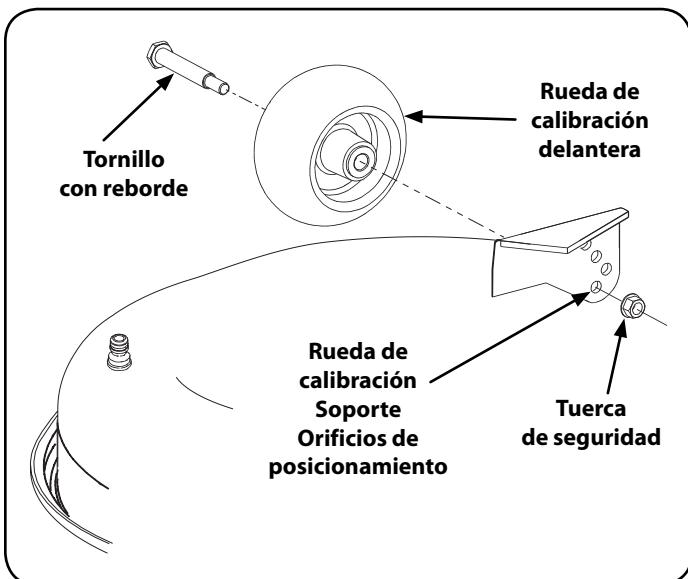

Figura 8
- a. Retire la tuerca de seguridad que fija uno de los tornillos con reborde de las ruedas de calibración delanteras a la plataforma. Retire la rueda de calibración y el tornillo con reborde. Vea la Figura 8.